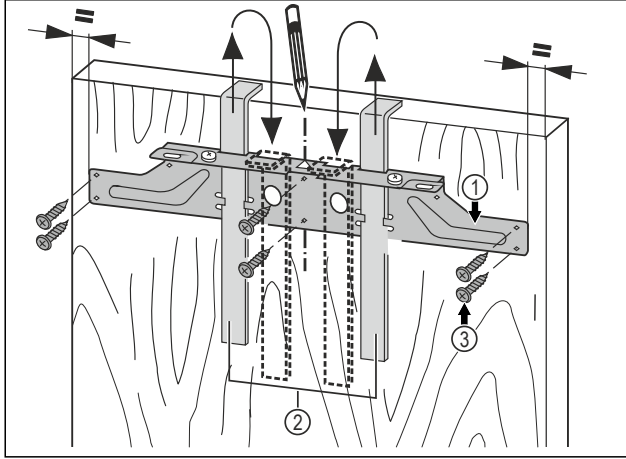

Fig. 20
- ▶ Навесьте крепежную поперечину Fig. 20 (1) с монтажными вспомогательными элементами Fig. 20 (2) на внутреннюю сторону мебельной двери.
- ▶ Выровняйте крепежную поперечину Fig. 20 (1) по центру на двери.
- ▶ Прикрутите крепежную поперечину Fig. 20 (1) по меньшей мере 6 винтами Fig. 20 (3).
- ▶ Прикрутите крепежную поперечину Fig. 20 (1) 4 винтами Fig. 20 (3) по краю.
- ▶ Вытяните вверх монтажные приспособления Fig. 20 (2) и, развернув, вставьте их в расположенные рядом приемные отверстия.